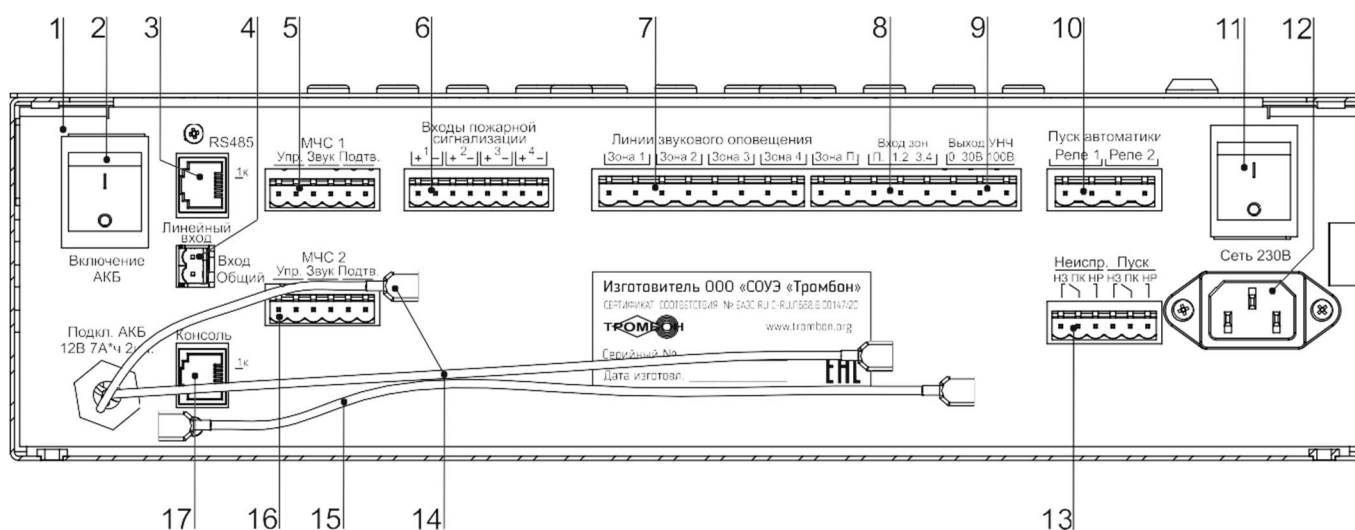

Рис. 2. Прибор управления «Тромбон ПУ-4К», вид со стороны панели коммутации.
Прибор «Тромбон ПУ-4К» имеет 4 входа пожарной сигнализации (рис. 2, поз. 6) для подключения к выходам ППКП (Прибора Приемного Контрольного Пожарного). Выходы ППКП могут быть релейным или типа «открытый коллектор».
5.4.2. Цифровое подключение к сопряженной комплексной системе безопасности через последовательный порт «RS485» (рис. 2 поз. 3). Подключение выполняется кабелем «Витая пара». Назначение контактов последовательного порта «RS485» приведено в Приложении 3.
Прибор имеет два специальных входа «МЧС 1» и «МЧС 2» (рис. 2, поз. 5, 16). Входы предназначены для стыковки с блоком централизованного запуска системы оповещения МЧС (БЦЗ системы П-166 Ц или аналогичными). Входы выполнены в виде 6-х контактного разъема. Контакты «Упр.» данного разъема – это логический вход управления прибором (реагирующий на замыкание контактов), контакты «Звук» - вход звукового сигнала с уровнем 0 дБ (0,775 В) от БЦЗ МЧС. Контакты «Подтв.» - подтверждение исполнения команды на оповещение МЧС. Входы МЧС прибора имеют различный приоритет. Вход «МЧС 1» имеет более высокий приоритет по сравнению со входом «МЧС 2».
Для подключения удаленных консолей предназначен специальный порт «Консоль» (рис. 2, поз. 17). Порт выполнен в виде 8 - контактного разъема типа RJ45. К нему можно подключать до 8-и адресных удаленные консоли типа «Тромбон УК».
- Разъем «Линейный вход» (рис. 2, поз. 4) предназначен для подключения к прибору источника звукового вещания и музыкальных программ. Вход моно, используется только в режиме звукового вещания. Максимальное входное напряжение сигнала на данном входе – 250 мВ.
- Для подключения линий звукового оповещения к выходу усилителя мощности предназначены два 8-и контактных разъема, на которые выведены группы контактов: «Линии звукового оповещения», «Вход зон», «Выход УНЧ» (Рис. 2. поз. 7, 8, 9);
- Для выбора напряжения в линию зоны оповещения персонала необходимо установить перемычку между контактом «Выход УНЧ» 30В или 100В» (Рис. 2. поз. 9) и контактом «Зона П» группы «Вход зон» (Рис. 2. поз. 8.);
- Для выбора напряжения в линии зон 1 и 2 необходимо установить перемычку между контактом «Выход УНЧ» 30В или 100В» (Рис. 2. поз. 9) и контактом «1, 2» группы «Вход зон» (Рис. 2. поз. 8.);
- Для выбора напряжения в линии зон 3 и 2 необходимо установить перемычку между контактом «Выход УНЧ» 30В или 100В» (Рис. 2. поз. 9) и контактом «3, 4» группы «Вход зон» (Рис. 2. поз. 8.);
5.9. Разъем «Пуск автоматики» (Рис. 2 поз. 10) предназначен для управления такими средствами пожарной автоматики, как световые знаки безопасности, эвакуационное освещение и замки эвакуационных выходов. Для управления этими средствами на разъем выведены нормально разомкнутые контакты двух реле. Контакты реле замыкаются при переходе прибора в режим «Тревога».
5.10. Разъем «Неиспр. Пуск» - вывод обобщенных сигналов «Неисправность» и «Пуск» (рис. 2, поз. 13). На данный разъем выведены контакты двух реле. Контакты реле «Неиспр.» замкнуты у выключенного прибора или при обнаружении в системе оповещения неисправностей. Контакты реле «Пуск» замыкаются в режимах «Тревога», «Экстренный запуск» или «Трансляция МЧС».
5.11. Разъем «Сеть 230В» (рис. 2, поз 12) предназначен для подключения прибора к сети питания переменного тока 230 В 50 Гц.
5.12. Подключение батарей резервного питания 24 В. Для резервного питания необходимо две батареи на 12 В с емкостью 7 или 9 А*ч. Подключение батарей выполняется последовательно при помощи кабелей с клеммами и перемычки (Рис. 2. поз. 14 и 15). ВНИМАНИЕ! Подключение одной батареи 12 В к клеммам Рис. 2. поз. 14 или параллельное подключение батарей категорически запрещено!